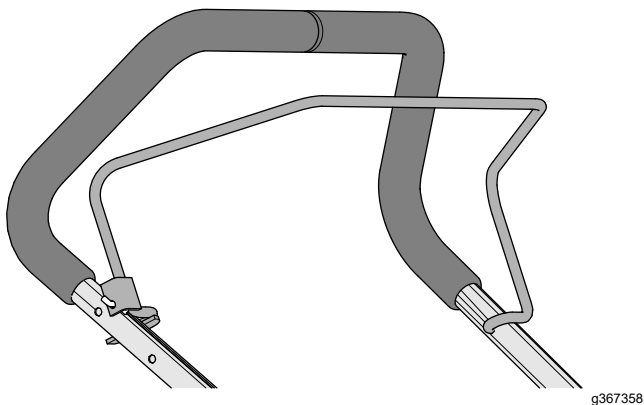

Figur 10
2. Før kabelfestet gjennom hullet i braketten for dødmannsbøylen som vist i Figur 10.